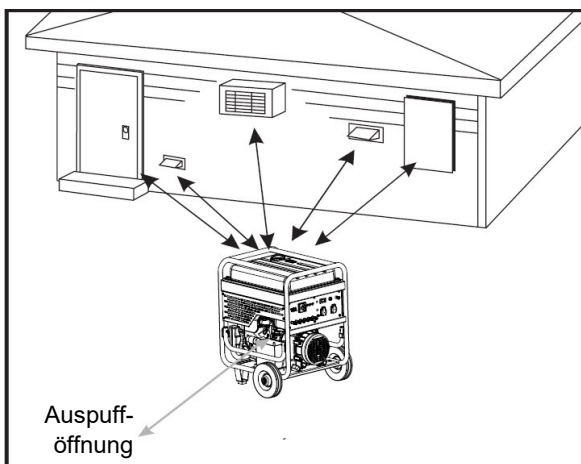

Abb. 12: Platzierung des Generators
- Die Abgase immer von Fenstern, Türen, Lüftungseinlässen oder anderen Öffnungen fernhalten (Abb. 12).